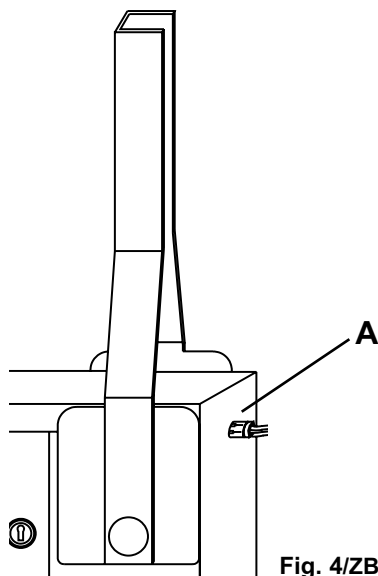

Fig. 4/ZBR
2. Fissare il braccio reggisbarra in posizione verticale con i bulloni, le relative rondelle e i tappi (vedi particolare A, Fig. 1/ZBR) tenendo il lembo largo nella posizione superiore (Fig. 4/ZBR).
9. Inserire il pressacavo nell'apposita sede (Fig. 4/ZBR particolare A). Collegare il cavo della costa switch al motore.
2. Fix the barrier support in the vertical position with the bolts, washers and plugs (see part A, Fig. 1/ZBR), holding the wide tab in the top position (Fig. 4/ZBR).
9. Fit the cable clamp in its seat (Fig. 4/ZBR part A). Connect the switch trim cable to the motor.
2. Fixer le bras de soutien de la barre en position verticale avec les boulons, les rondelles respectives et les bouchons (voir détail A, Fig. 1/ZBR) en tenant le bord large en position supérieure (Fig. 4/ZBR).
2. Den Halteausleger des Schrankenbaums mit den Muttern, den Unterlegscheiben und den Stöpseln (vgl. Ausschnitt A, Abb. 1/ZBR) in vertikaler Stellung befestigen. Hierbei muss die breite Kante nach oben zeigen (Abb. 4/ZBR).
9. Introduire le serre-câble dans le logement prévu à cet effet (Fig. 4/ZBR détail A). Relier le câble de la membrure switch au moteur.
2. Fijar el brazo de sujeción de la barra en posición vertical con los pernos, las arandelas correspondientes y los tapones (véase detalle A, fig. 1/ZBR) manteniendo la parte ancha en la posición superior (fig. 4/ZBR).
9. Die Kabelklemme in ihre Aufnahme einsetzen (Abb. 4/ZBR Ausschnitt A). Das Kontaktleistenkabel am Motor anschließen.
2. Fixar o braço suporte da barra na posição vertical com as cavilhas, as respectivas anilhas e os tampos (ver pormenor A, Fig. 1/ZBR) mantendo o extremidade mais larga na posição superior (Fig. 4/ZBR).
9. Inserir o buçim na respectiva sede (Fig. 4/ZBR pormenor A). Ligar o cabo do batente ao motor.